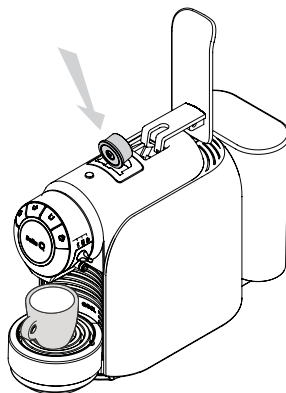

Fig. 9: Placez la capsule.
Baissez totalement le levier (voir **Fig. 9**).
- L'équipement s'arrête automatiquement après avoir extrait la quantité de café sélectionnée. Il est recommandé de lever à nouveau totalement le levier afin de libérer la capsule retenue qui tombera dans le bac à capsules usagées. Baissez à nouveau totalement le levier (voir **Fig. 9**).
- Levez totalement le levier et insérez une capsule de thé Delta Q dans l'orifice du porte-capsules, placée selon la forme de l'orifice. Baissez totalement le levier (voir **Fig. 9**).
- L'équipement s'arrête automatiquement après avoir extrait la quantité de thé sélectionnée. Il est recommandé de lever à nouveau totalement le levier afin de libérer la capsule retenue qui tombera dans le bac à capsules usagées. Baissez à nouveau totalement le levier (voir **Fig. 9**).